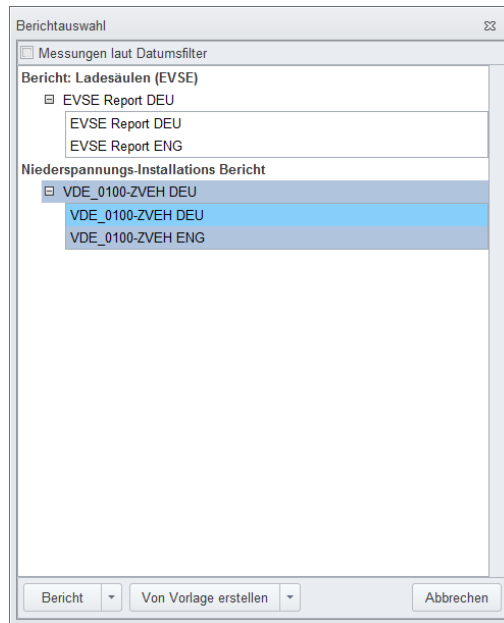

Abbildung 9.1: Auswahlfeld des Berichtsformulars
- Klicken Sie auf **Erstellen** in der Funktionsgruppe „PRO-Berichte“ der Home-Registerkarte, um das Dialogfeld zur Auswahl des Berichtsformulars zu öffnen (**Abbildung 9.1**).